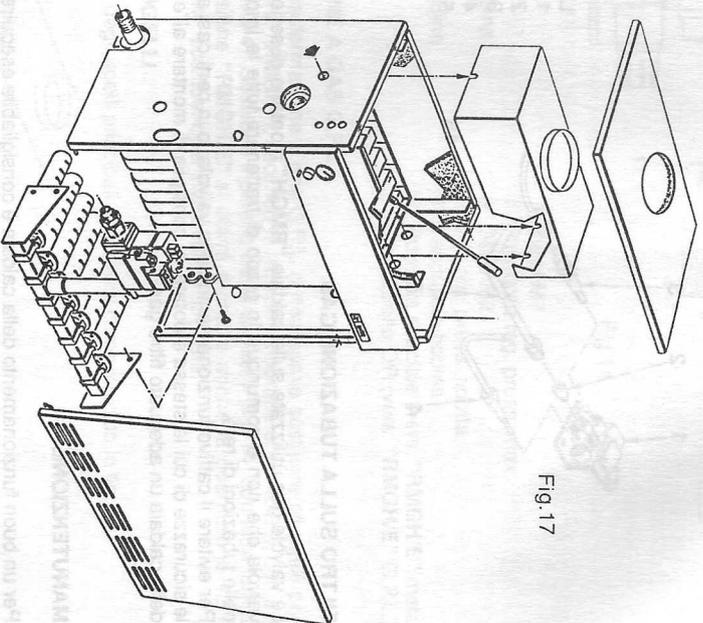

Fig. 17
- Con apposito scovolo entrare nelle file di piolini dello scambiatore grisa dalla parte superiore col movimento verticale, rimuovendo le incrostazioni esistenti (fig. 17).